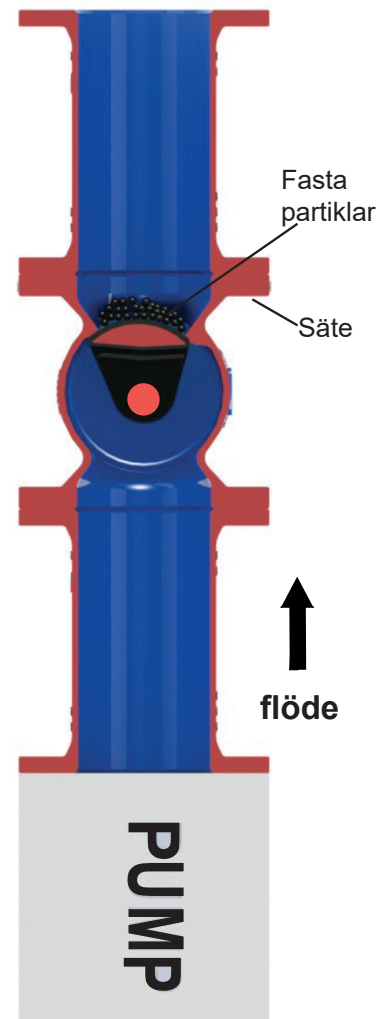
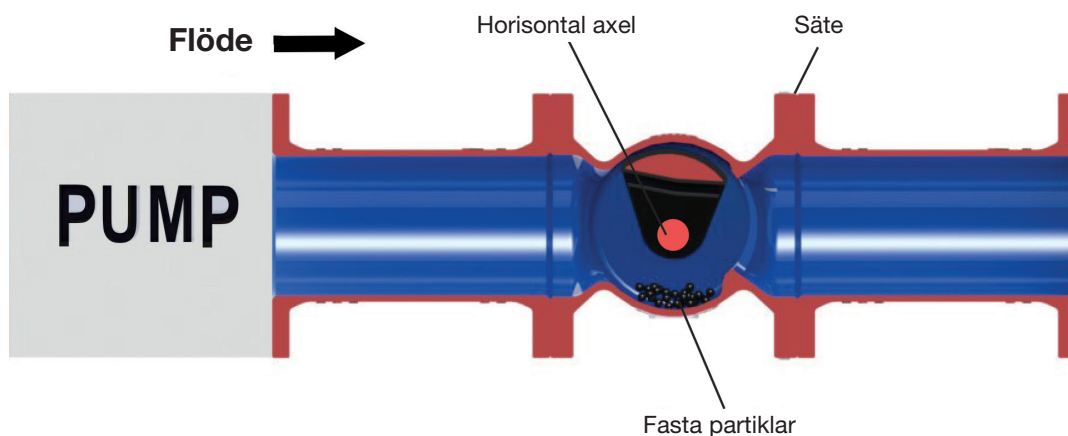

Bild.3 Vertikal installation
Bild.4 Horisontal installation
2. Installera ventilen enligt illustrationerna i bild 3 och bild 4.
2. Installera ventilen enligt bild 3 och 4.